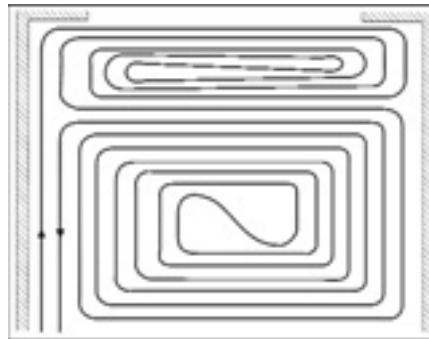

Рис. 139.
- в форме спирали с граничной зоной за счет того же самого греющего контура (рис.139.).